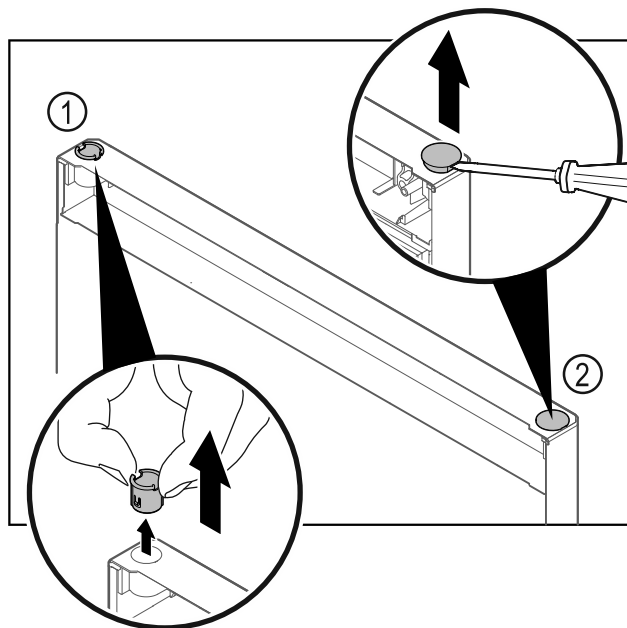

Fig. 28
- ▶ Dra ut gångjärnsbussningen Fig. 28 (1) med fingrarna.
- ▶ Lyft försiktigt upp pluggen Fig. 28 (2) med en spårskruvmejsel och dra ut den.